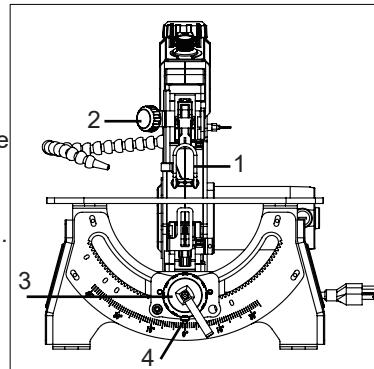

ABBILDUNG 5
2. Lösen Sie den Knopf zur Höheneinstellung des Blattschutzes (Abb. 5, 2), stellen Sie den Fuß des Blattschutzes (1) in die höchste Position und ziehen Sie den Knopf wieder fest.
3. Neigen Sie den Tisch in den gewünschten Winkel, indem Sie den Feststellknopf für die Tischneigung (3) lösen.
4. Ziehen Sie den Feststellknopf für die Tischfase fest (Abb. 5, 3).